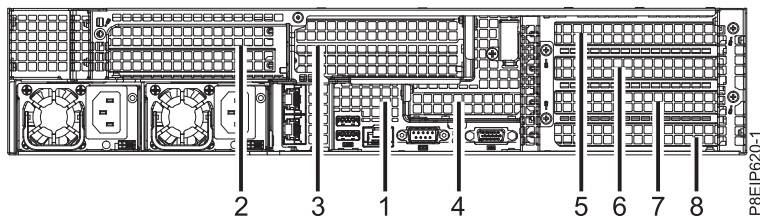

Figure 48. Position des cartes 8001-22C
2. Une carte peut partager un connecteur de bus PCIe avec d'autres cartes. Voir la figure 48.